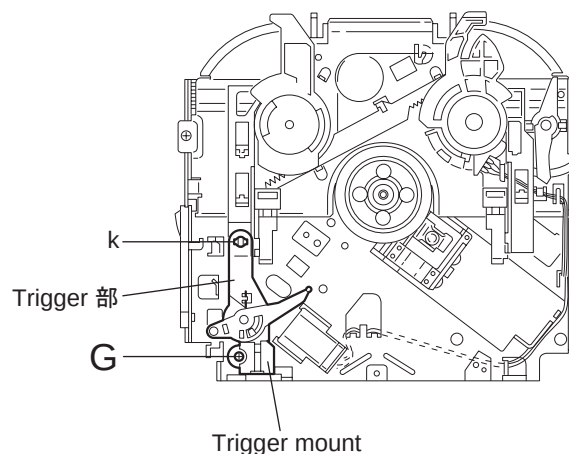

図18
■TRIGGER部の外し方（図18～21参照）
■TRIGGER部の組み付け方（図18～21参照）